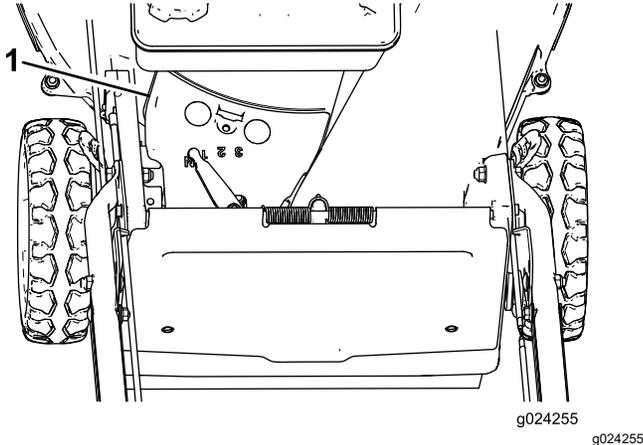

Figura 33
3. Retire la cubierta de la correa (Figura 33).